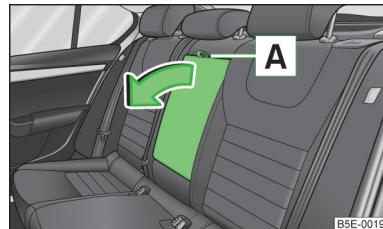

Fig. 53
- Tire del lazo **[A]** » fig. 53 y abata hacia delante el apoyabrazos en el sentido de la flecha.